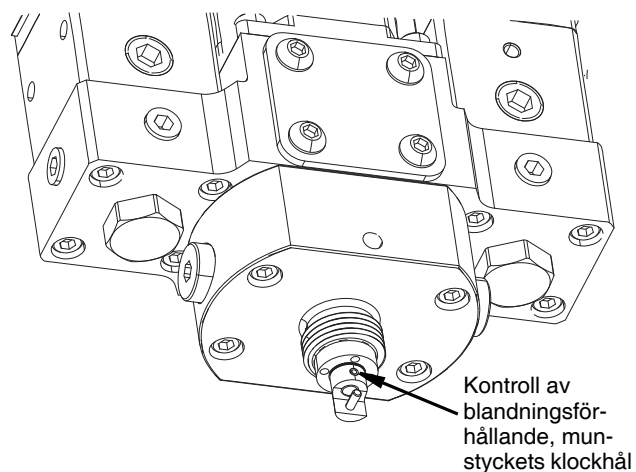

FIG. 23
- Rengör munstyckets spets med kompatibelt lösningsmedel. Se till att munstyckets klockhål för kontroll av blandningsförhållande är fritt från material. Se FIG. 23.